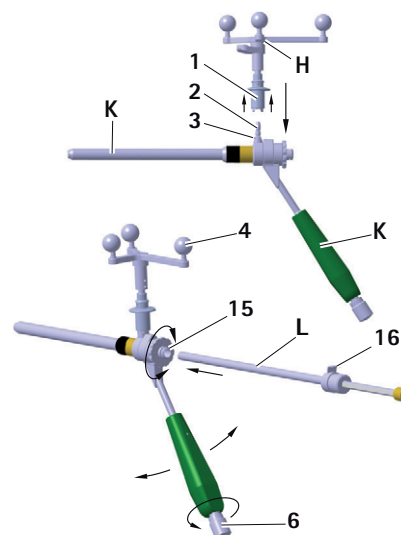

Fig. 12 Montagem da unidade em estrela Aesculap na manga de guia S⁴C; inserção da manga porta-broca interna S⁴C
- ▶ Para garantir que a câmara tem uma visualização não restrita das esferas de marcação refletoras, desapertar o elemento 6 no punho S⁴C da manga de guia S⁴C K e rodar a unidade em estrela Aesculap H para a posição pretendida, ver Fig. 12.
- ▶ A manga porta-broca interna engata na manga interna e ainda pode ser rodada, ver Fig. 12.